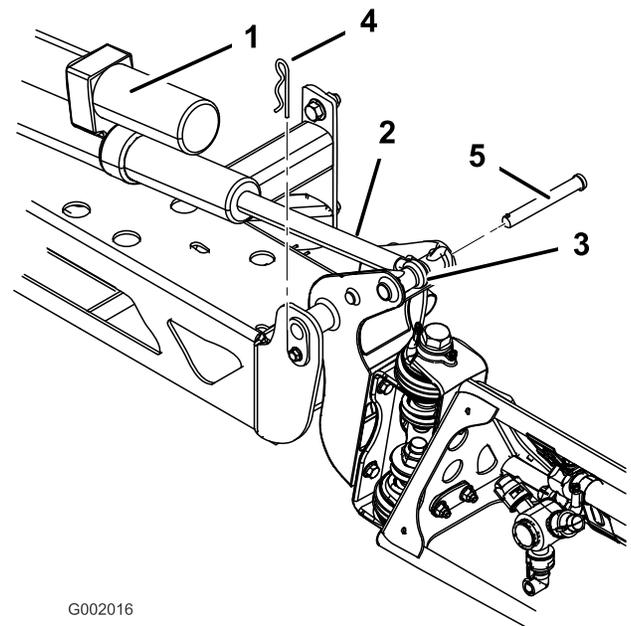

Figura 44
3. Sollevate la barra e togliete il perno (Figura 44). Abbassate lentamente la barra al suolo.
2. Togliete la coppiglia dal perno di articolazione (Figura 44).
6. Alzate la barra per allineare il perno con l'asta dell'attuatore. Tenete ferma la barra e inserite il perno attraverso il perno della barra e l'asta dell'attuatore (Figura 44).